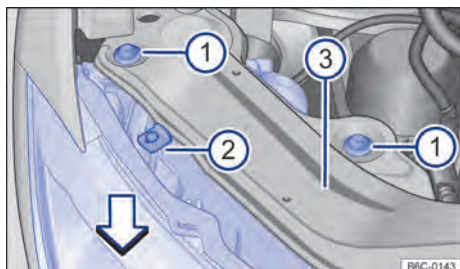

Fig. 164 No compartimento do motor: parafusos de fixação do farol dianteiro.
- Remover os parafusos de fixação → Fig. 164 ① com o auxílio de uma chave torx.
- Mover o farol para frente, no sentido da seta → Fig. 164, até que os dois cliques da parte inferior desencaixem e possibilite a remoção do farol.
- Desencaixar o conector de alimentação, para remover totalmente o farol → ①.
- Recolocar o farol cuidadosamente até que os dois cliques inferiores encaixem e o batente superior → Fig. 164 ② encoste no suporte do farol ③.
- Recolocar os parafusos de fixação ① na carcaça do farol.
- Pressionar o farol contra o batente central superior ② e apertar os parafusos ① com a chave torx.